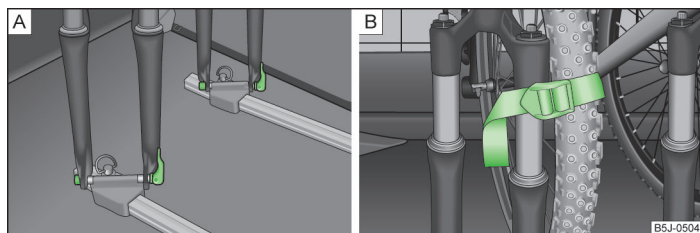

Fig. 58 Installer une bicyclette/exemple de fixation de la roue avant
- Posez la fourche de bicyclette sur l'axe de fixation et serrez-la avec le tendeur rapide » fig. 58 - [A].
- Coincez la roue avant démontée de préférence entre la manivelle de la pédale gauche et le cadre de la bicyclette ; fixez-la sur la fourche avant avec une sangle » fig. 58 - [B] ou sur un point de fixation.